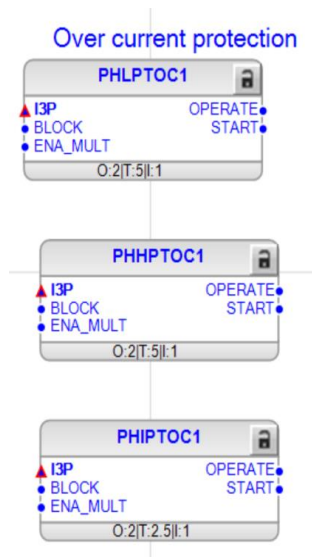

Imagen 212_Bloques de protección de sobre corriente.
4.1.7 Vamos a buscar los bloques de protección, estos tienen diferentes funciones como lo son protección selectiva contra sobrecorriente y cortocircuito de alimentadores en sistemas de distribución y subtransmisión, de transformadores y generadores de potencia y de diversos dispositivos conectados al sistema eléctrico, dentro de la ventana “Object Types” buscaremos al bloque “Protection-PHLPTOC1”, “Protection-PHHPTOC1” y “Protection-PHIPTOC1” como se muestra en la **Imagen 212**, que son protecciones de corriente.